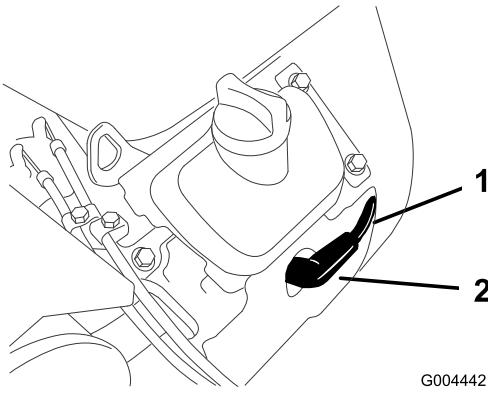

Figura 39
3. Retire el/los cable(s) de la(s) bujía(s) (Figura 39). Ahora limpie alrededor de la(s) bujía(s) para evitar que entre suciedad en el motor, lo que podría dañarlo.
- Conecte el/los cable(s) a la(s) bujía(s) (Figura 39).